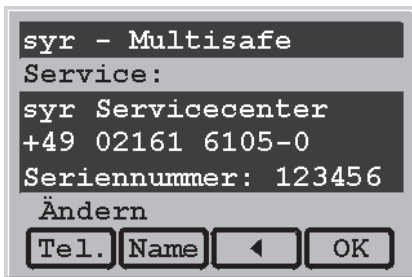

Abb. 46
- Mit [Name] Dialogfeld "Name" mit Eingabezeile öffnen (Abb. 46).